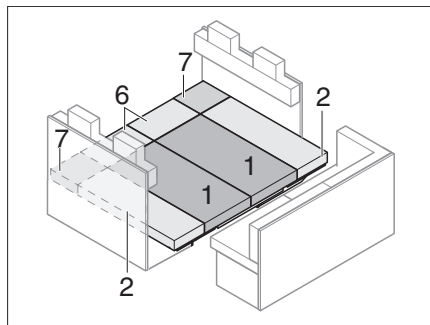
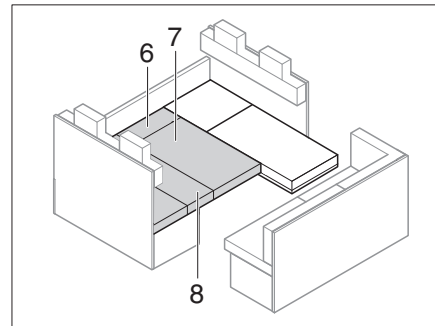

Bild 205 Nach dem Umbau
Bild 209 Nach dem Umbau
- Sitz-, Rücken- und Zusatzpolster wie in Bild 205 gezeigt auflegen.
- Sitz-, Rücken- und Zusatzpolster wie in Bild 205 bis Bild 209 gezeigt auflegen.